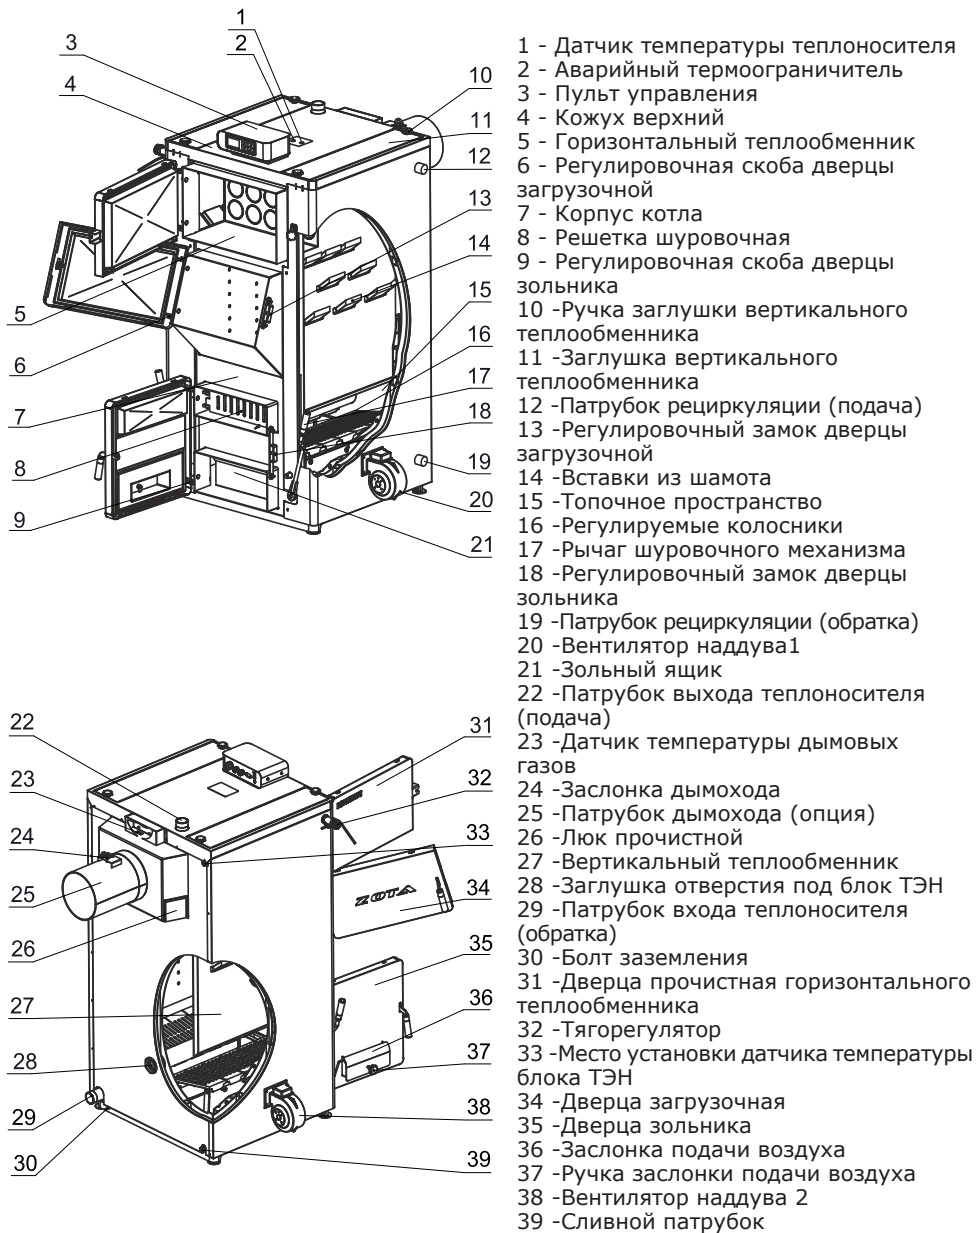

Рис.1 Конструкция отопительного котла
4.4.5. **Внимание!** В случае необходимости открытия дверцы загрузочной во время работы котла, необходимо: Закрыть заслонку подачи воздуха (поз.36 Рис.1) ручкой заслонки (поз.37 Рис.1) и аккуратно приоткрыть дверцу загрузочную на 5-10 мм на 10-15 секунд для предотвращения хлопка пиролизных газов.
4.5.10. Эксплуатация котла без зольного ящика (поз.21 Рис.1).
5.2 . Котел (Рис.1) состоит из корпуса (поз.7), топочного пространства (поз.15), системы газоходов (поз.5, 27). Корпус котла выполнен из листовой стали сварной конструкции с водяной рубашкой и системой газоходов, переходящих в дымоход (поз.25) (опция) с заслонкой (поз.24).
5.5. На задней части котла имеется патрубок входа теплоносителя (поз.29) патрубок слива теплоносителя из котла (поз.39) G1/2". Для монтажа системы рециркуляции на боковой стенке котла предусмотрены патрубки G1" (поз.12; 19) Рис.1. На коллекторе дымохода имеются люки прочистные (поз.26) для чистки коллектора.
- Открыть загрузочную дверцу (поз.34, Рис.1), вынуть дымовой патрубок, коробку, совок, кочергу, ерш для чистки теплообменника и паспорт из топки котла;
- Снять заглушку теплообменника (поз.11, Рис.1), предварительно открутив ручки (поз.10, Рис.1), и уложить внутрь на уголки шамотные вставки как показано на Рисунке 6;